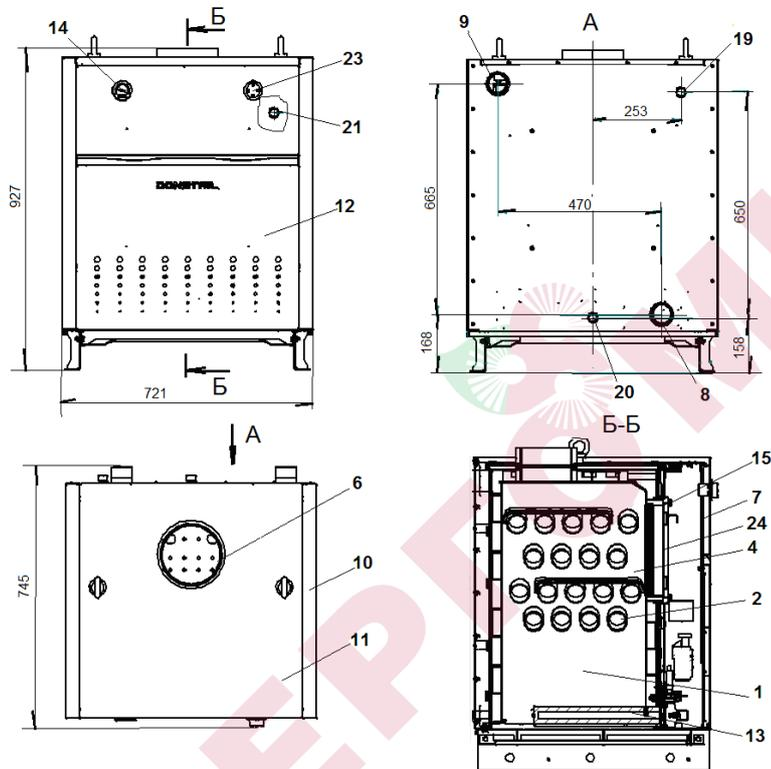

Рис.1 Котёл КС-Г-60S-1
5.2.2 Котлы (рис.1) состоят из прямоугольной топки **1** с трубами **2**, в которых циркулирует теплоноситель. В нижней части прямоугольной топки **1** расположено газогорелочное устройство с автоматикой безопасности SIT. Температуру и давление теплоносителя в котле показывает термоманометр **14**. Нагретый теплоноситель в результате образовавшихся в котле конвекционных потоков выходит в систему отопления через верхний патрубок **9**. На котле можно установить предохранительный клапан **19** на 0,3 МПа (3 bar), обеспечивающий защиту котла от опасного превышения давления теплоносителя. Обратный теплоноситель из системы отопления поступает в котел через нижний патрубок **8**.
Остальное см. рис.1
Датчик тяги 15 (на дымоходе котла рис.1 и 2) и термopара 4 предназначены для прекращения подачи газа к основной и к пилотной (запальной) горелке 2 при отсутствии тяги в дымоходе.
4 – клапан запуска (включения) 23 (рис.1) – термостат с термобаллоном (на верхней панели котла)
Выставить ручку термостата поз.23 (рис.1) на необходимую температуру теплоносителя.